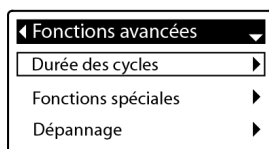

FIG.61
3. Appuyez sur SELECT (O) pour afficher le menu Réglages avancés (Figure 61).